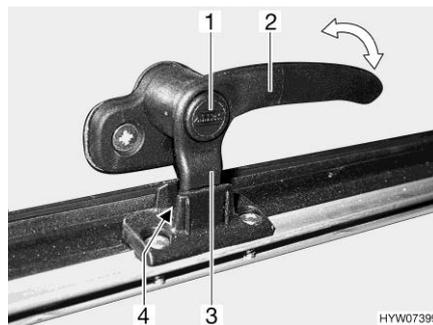
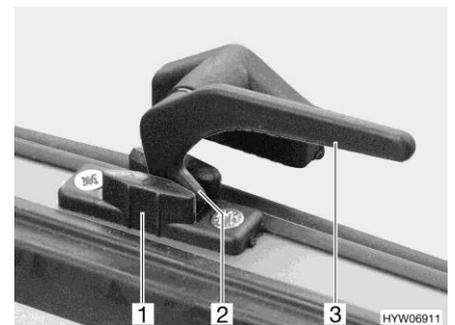

Fig. 113 Palanca de bloqueo con botón de seguridad en la posición de "ventilación continua"
Fig. 114 Palanca de bloqueo en la posición de "ventilación continua"
- En la posición "ventilación continua" (Fig. 113 y Fig. 114)
- Si existe, pulsar el botón de seguridad (Fig. 113,1) y mantenerlo pulsado.
- Girar la palanca de bloqueo (Fig. 113,2 ó Fig. 114,3) un cuarto de vuelta hacia la mitad de la ventana.
- Girar de nuevo hacia atrás la palanca de bloqueo. El saliente de bloqueo (Fig. 113,3 ó Fig. 114,2) de la palanca de bloqueo se ha de introducir para ello en el rebaje del bloqueo de la ventana (Fig. 113,4 ó Fig. 114,1).
- Si existe, soltar el botón de seguridad (Fig. 113,1).